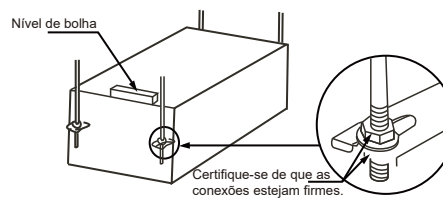

Figura 8
3. Use um nível de bolha para verificar se o corpo da unidade está nivelado. (Não incline para baixo, na direção do lado em que a água não é descarregada. É melhor inclinar para onde a água é descarregada). Consulte a Figura 8.